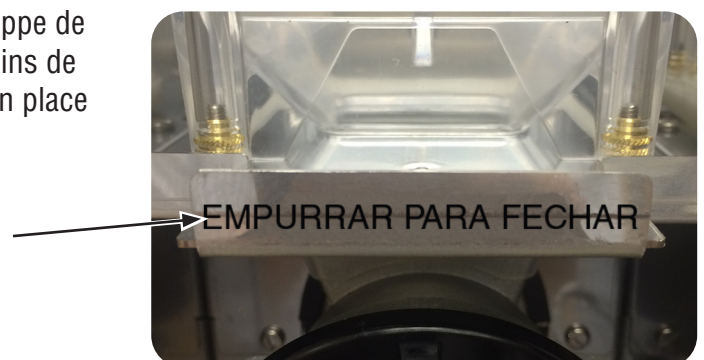

Figure 7
9. Une fois la trémie en place sur le moulin, tirez la trappe de la trémie à fond vers l'avant pour permettre aux grains de pénétrer dans le moulin, puis verrouillez la trémie en place comme indiqué sur la Figure 7.